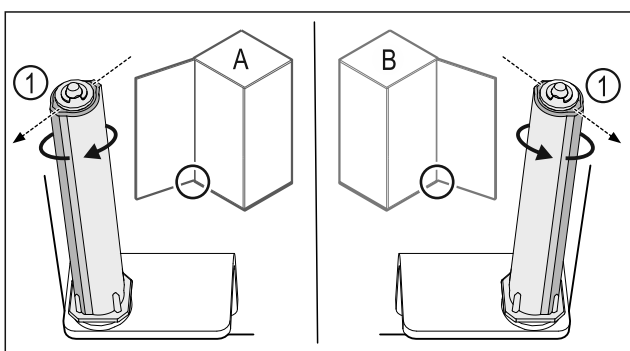

Fig. 29 Opritorul din stânga (A) / opritorul din dreapta (B)
- ▶ Rotiți sistemul de închidere până la rezistență, până când pragul sistemului de închidere Fig. 29 (1) este orientat spre exterior.